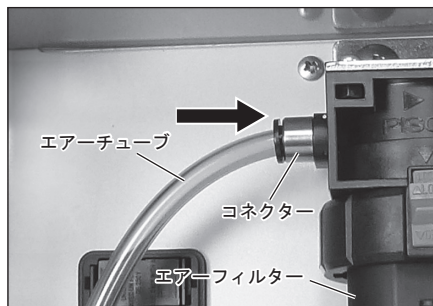

図 1
- 1) ユニット背面のエアーフィルターのコネクターに、エアーチューブを奥まで挿し込みます (図 1)。